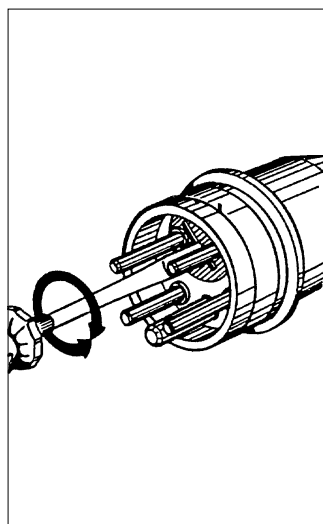

Fig. 1.17
- Vérifier le bon fonctionnement des treuils TIRAK, et notamment que les moteurs tournent dans le bon sens. En poussant le bouton DESCENTE, le câble doit sortir des treuils. Si non inverser à l'aide d'un tournevis deux phases dans la prise CEE des treuils (Fig. 1.17).